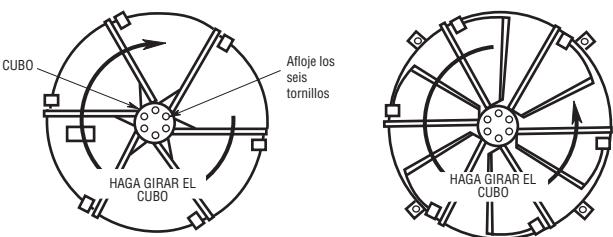

Figura 2. Instalación del Difusor Radial
- Afloje los seis tornillos del cubo del difusor radial hasta que las aspas se muevan libremente (Estudie la Figura 2, Vista A).
- Inserte las varillas de las aspas dentro de los agujeros correspondientes en la sección vertical mientras hace girar el cubo del difusor radial en contra del sentido de las agujas del reloj. (Estudie la Figura 2, Vista B).
- Si usa un difusor mediano (-M), deje deslizar el anemostato dentro de la sección vertical y asegúrelo con tuercas, separadores y tres pernos No. 10-32 x 3/4" (19mm). (Estudie la Figura 2, Vista B).